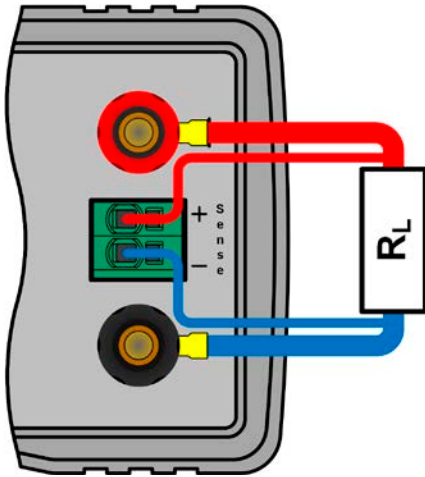

图 6 - 远程感测接线举例
- 感测线跟负载之间要+与+，-与-相连，否则会损坏产品的感测输入端。见下图 6。